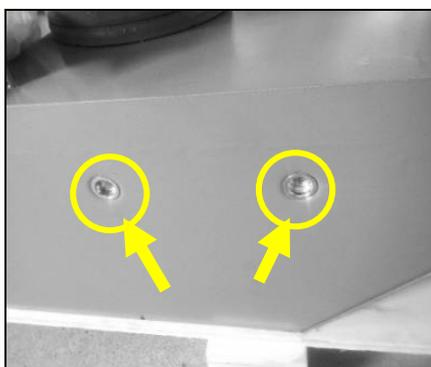

Fig 22
- Positionnez le rouleau de guidage (19-1) sur le bâti (Fig 22) et fixez-le avec 2 vis hexagonales M10x20 (19-2), 2 rondelles freins de 10 (19-3) et 2 rondelles plates de 10 (19-4).